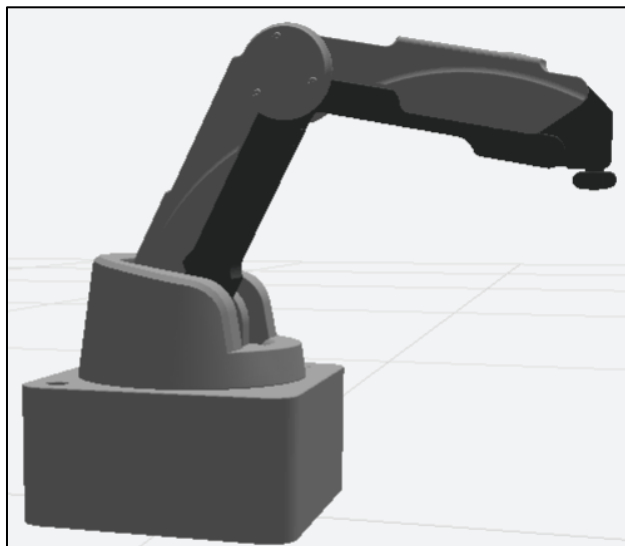

Рисунок 32 – Исходное положение манипулятора
7. Прозвучит сигнал «Система запущена. Внимание! Начинается процесс калибровки. Будьте осторожны, не касайтесь манипулятора и убедитесь, что посторонние предметы не помешают движению устройства. Калибровка начнется через 5, 4, 3, 2, 1». Запустится калибровка: манипулятор должен сначала поднять стрелу вверх, затем совершить повороты влево-вправо и остановиться в исходном положении (см. Рисунок 32). По окончании калибровки прозвучит сигнал: «Калибровка прошла успешно».